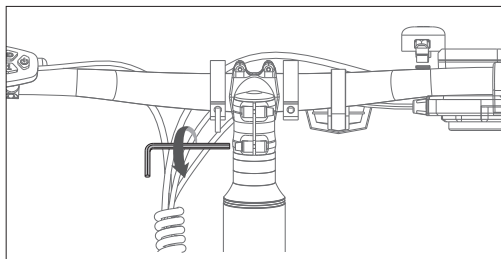

Figure 1-3
- Resserrez la vis dans le sens des aiguilles d'une montre. Mettez le capuchon en caoutchouc sur le haut de la tige, comme indiqué aux Figures 1-3, 1-4.
- Ajustez le tableau de bord et le niveau du réflecteur à une position horizontale afin qu'ils soient alignés, comme indiqué dans (Figure 1-3).